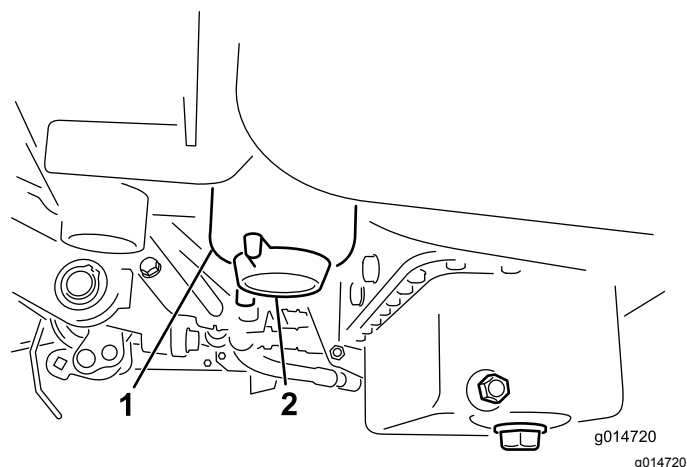

Рисунок 32
2. Очистите область крепления стакана фильтра (Рисунок 32).
4. Откройте сливную пробку фильтра (Рисунок 32).